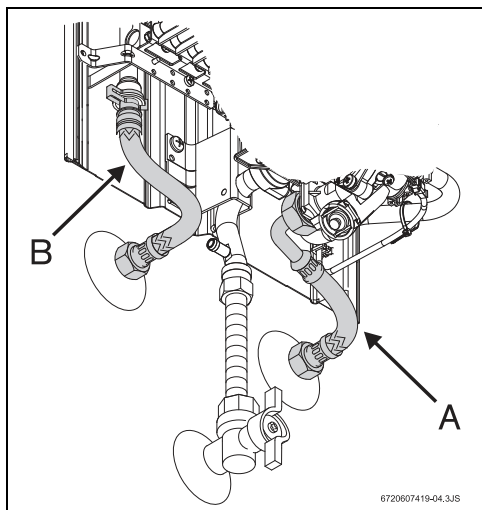

Рис. 12 Подключение подачи воды
- Следить за тем, чтобы при подключении не перепутать место подсоединения водопровода холодной воды (рис. 12, [поз. А]) не поставляется с оборудованием) с местом подсоединения водопровода горячей воды (рис. 12, [поз. В]).